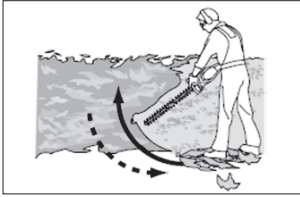

Fig. 1
2. Țineți întotdeauna produsul ferm cu ambele mâini pe mânerul din față (1) și pe mânerul din spate (4). Nu folosiți niciodată acest produs cu o singură mână.
4. Mai întâi tăiați ambele părți de la partea de jos, tăindu-le în sus. Acest lucru va împiedica oricare dintre butași să cadă pe calea zonei încă de tăiat (Fig. 1).